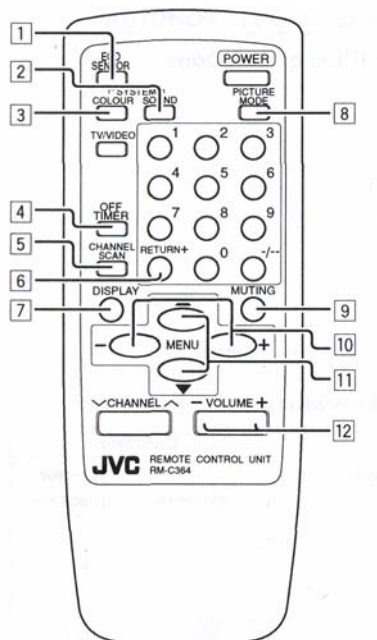

Рис. 8. Пульт дистанционного управления
Основные органы управления пульта представлены на рис. 8.
3. Изучить пульт дистанционного управления (рис. 8)